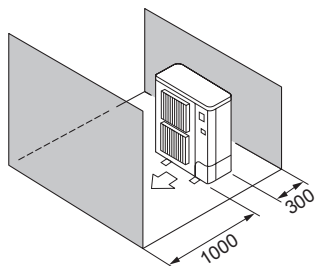

Fig. 2-10
- ⑤ Samo prepreke sa prednje i zadnje strane (Fig. 2-10)